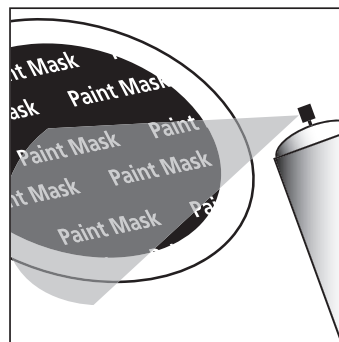

FIGURE 3
2. When painting the frame of the speaker, use the supplied paint mask to carefully mask off the front of the speaker to protect the driver and baffle while painting. You can do this while the speaker is already installed in the wall (if, for instance, you're repainting the room). If you do not have the paint masks, carefully mask the speaker components using paper and masking tape [Figure 3].
2. Lorsque vous peignez le cadre du haut-parleur, utilisez le cache-peinture fourni pour protéger les transducteurs et l'écran acoustique. Vous pouvez peindre un haut-parleur déjà installé dans un mur (p. ex. si vous repeignez la pièce); si vous n'avez pas les cache-peinture originaux, masquez bien les composants du haut-parleur avec du papier et du ruban-cache [Figure 3].